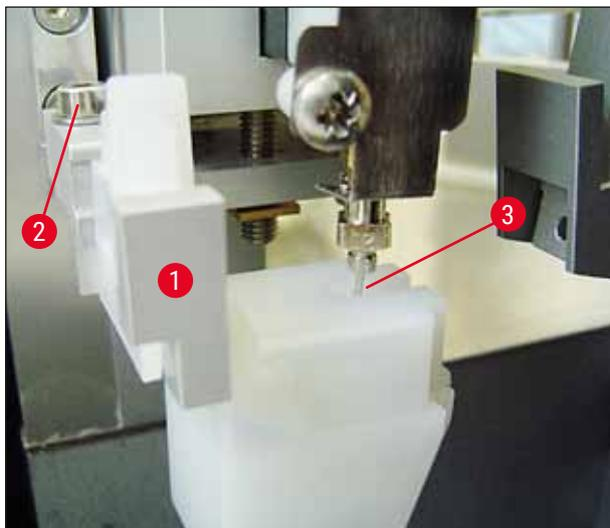

Рис. 23
2. Для этого выкрутите винт (→ Рис. 23-2) с помощью торцевого шестигранного ключа (номер 3) (→ Рис. 22-5) и выровняйте очиститель иглы дозатора путём перемещения монтажного кронштейна (→ Рис. 23-1) вбок до тех пор, пока игла дозатора (→ Рис. 23-3) не окажется в правильном положении по центру отверстия для очистки (→ Рис. 23).